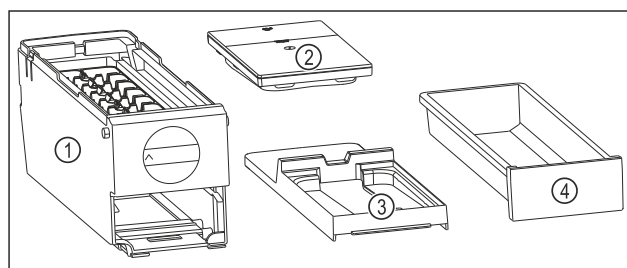

Fig. 76 Компоненти EasyTwist-Ice
- ▶ EasyTwist-Ice складається з чотирьох частин. (див. Fig. 76)
- ▶ Розбирайте EasyTwist-Ice тільки на зображені компоненти. (див. Fig. 76)
- ▶ Очистіть корпус EasyTwist-Ice Fig. 76 (1) без розбирання.